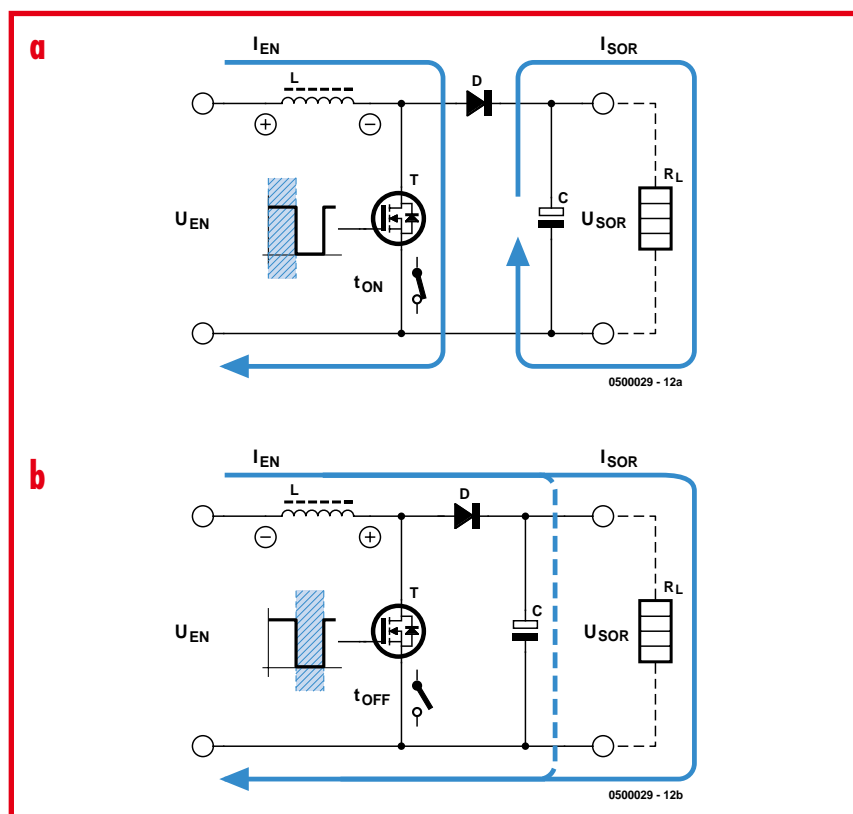

Figure 1. Schéma de principe du convertisseur survolteur : phase de commutation (a) et phase de coupure (b).
La **figure 1** représente le schéma de principe du convertisseur survolteur comportant un enroulement (L), un commutateur de puissance (MOSFET T)